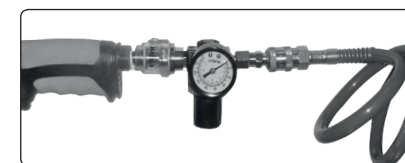

Abb. 5, Anschlussschema
- Um diese Verbindung zu lösen, drücken Sie den Stecker der Schnellkupplung (Abb. 5).